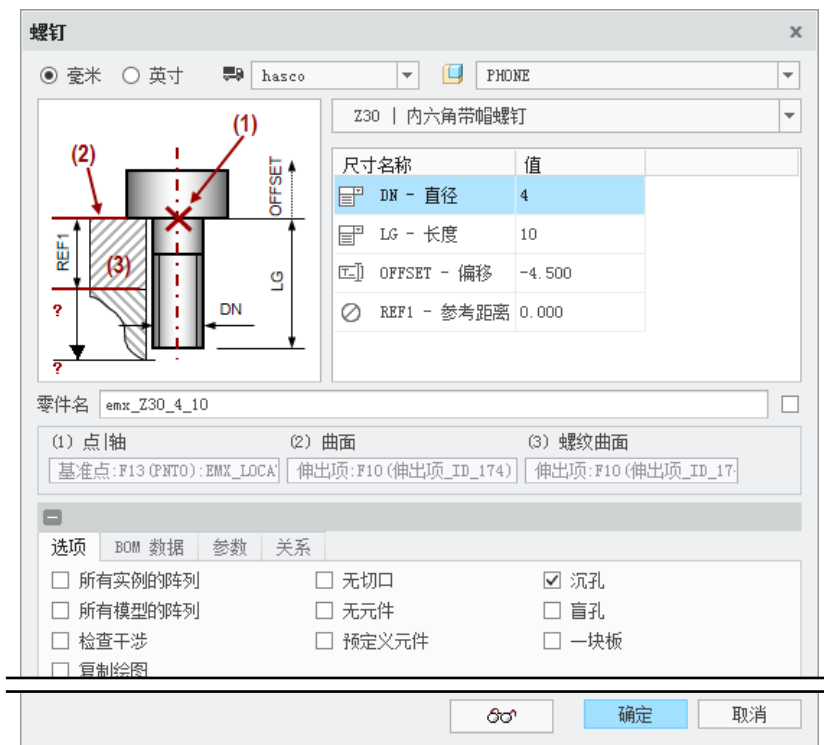

图 31.96 “螺钉”对话框
Step2. 选择命令。单击 **EMX 元件** 功能选项卡 **元件** 控制区域中的“螺钉”按钮，此时系统弹出图 31.96 所示的“螺钉”对话框。